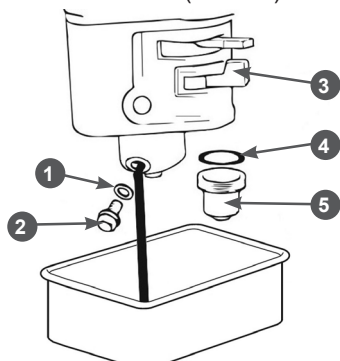

Рис. 23. Обслуживание карбюратора
1. Установите под карбюратор подходящую емкость (Рис. 23).
2. Установите рычаг топливного крана 3 в положение «ЗАКРЫТО» (Рис. 23).
3. Открутите болт 2 сливного отверстия и слейте топливо из поплавковой камеры карбюратора в подготовленную для этого ёмкость (Рис. 23).
- Открутите стакан отстойника 5, вылейте из него топливо в заранее подготовленную емкость (Рис. 23).
- Слейте топливо из карбюратора (Рис. 23) или выработайте топливо в карбюраторе.